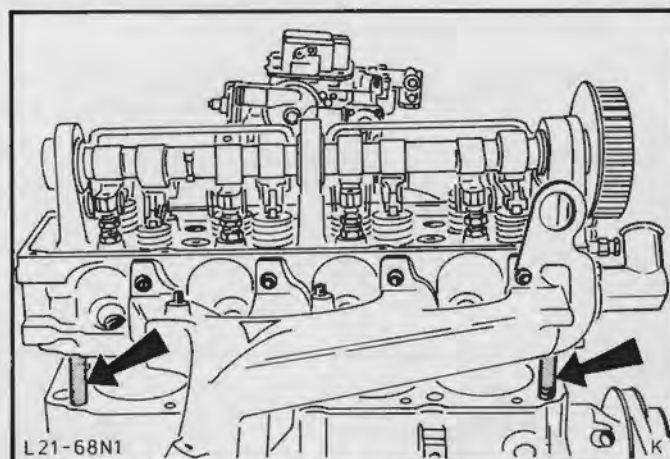

Fig.86. Monter topstykket ved brug af styretappe
20. Monter topstykket, Fig.86, og spænd topstykkeboltene (smurt med olie på hoved og gevind) med fingrene. Udskift de to styretappe med de resterende to topstykkebolte.